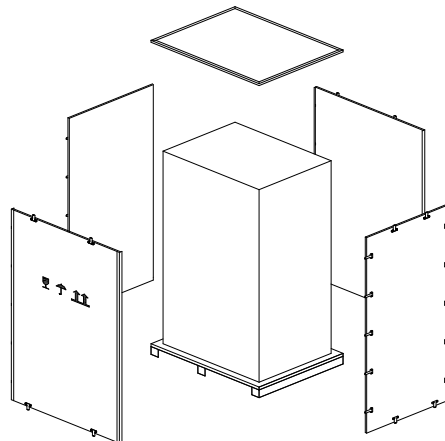

Abb.3-4 Zerlegen Sie das Gehäuse
3. Öffnen Sie die obere Platte der Holzkiste mit geschlitzter Nadel und Stütze, gefolgt von den Seitenbrettern (siehe Abb.3-4).